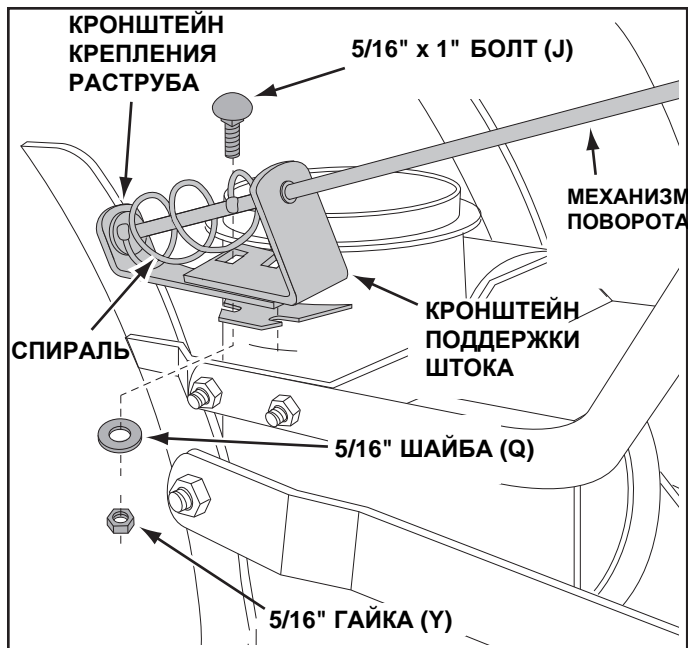

РИС. 51
ШАГ 52: (СМ. РИС. 51)
- Установите раструб выброса снега (лицом вперед) в кольцо. Установите направляющую на верхнюю часть фланца раструба, совместив ее отверстия с отверстиями в правой части фланца. Установите 3 фиксатора раструба (ВВ) (в качестве примера показана правая сторона) под фланцем при помощи шести болтов 1/4" x 1" (D), плоских шайб 1/4" (Р) и стопорных гаек с фланцем 1/4" (V). Осторожно закрутите, чтобы гайки плотно прилегли, но не врезались в пластиковые фиксаторы раструба.
- Установите пружину механизма поворота (см. рис. 51) так, чтобы она не терлась о низ пазов в фланце раструба. Затяните гайки.
- Зафиксируйте тросы управления на упоре механизма поворота раструба при помощи хомута (II).